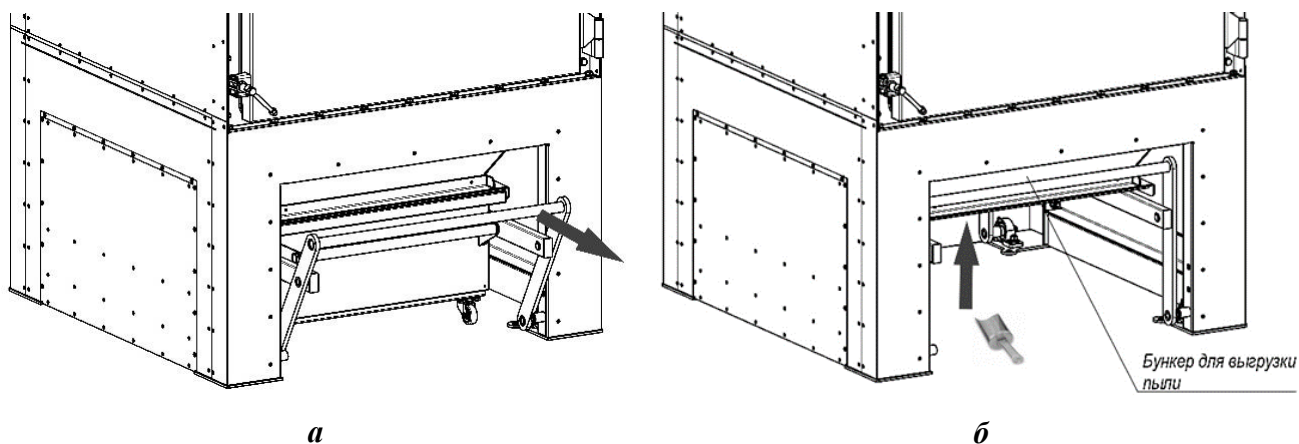

Рисунок 12
- 3) снять панель теплоизоляции пылесборника, потянуть за рычаг механизма поджатия пылесборника (рисунок 12а), выкатить из-под фильтра пылесборник;
- 6) в отверстие бункера выгрузки пыли с помощью лопатки подавать (подбрасывать) небольшими порциями средство предзапыления (рисунок 12б);